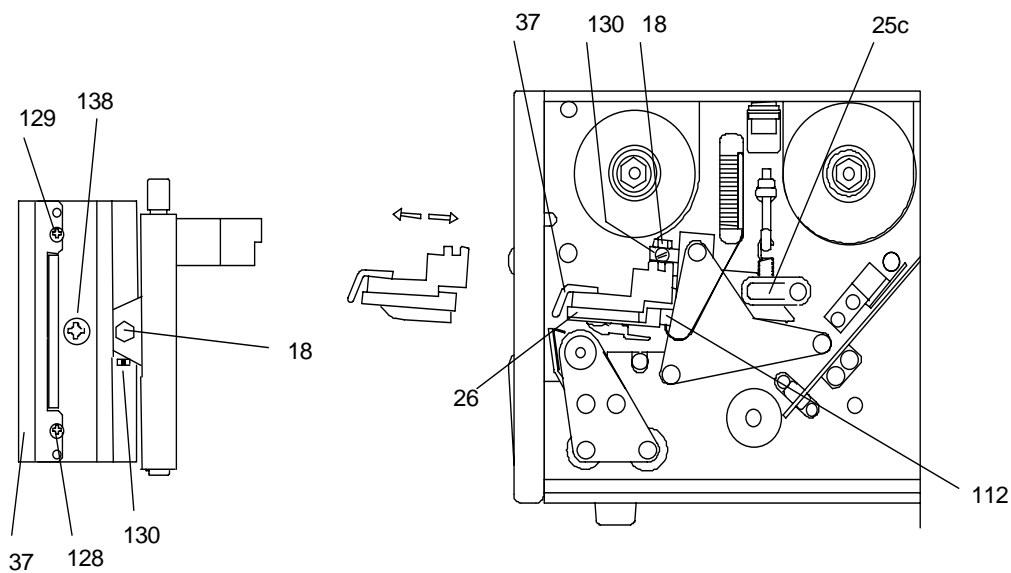

FIGURA 27
13.4.2. **smart 830**, risoluzione 8 dot (vedi figura 27)